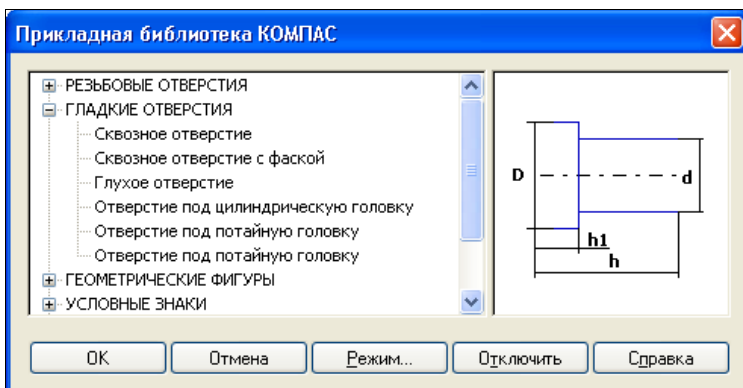

Рис. 26.42. Прикладная библиотека в режиме Диалог
- ♦ выделите **Отверстие под цилиндрическую головку**. В правой стороне диалога появится эскиз этого отверстия (рис. 26.42);